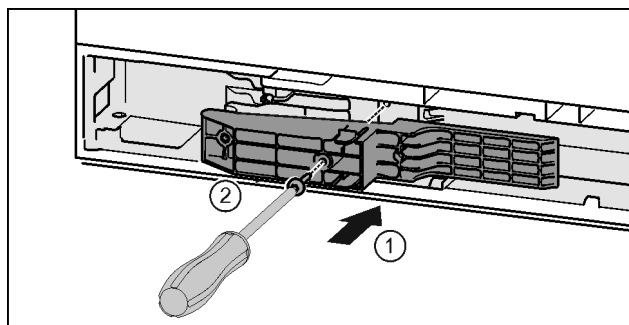

Fig. 45 \*
- ▶ Placer l'adaptateur dans la fente sur le côté de la poignée. Fig. 45 (1)\*
- ▶ Serrer les vis avec un tournevis T15. Fig. 45 (2)\*